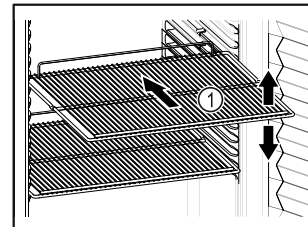

Fig. 47 Representación a modo de ejemplo
- Si los estantes de rejilla Fig. 47 (1) se pueden colocar en distintas posiciones, ajustarlos en altura.